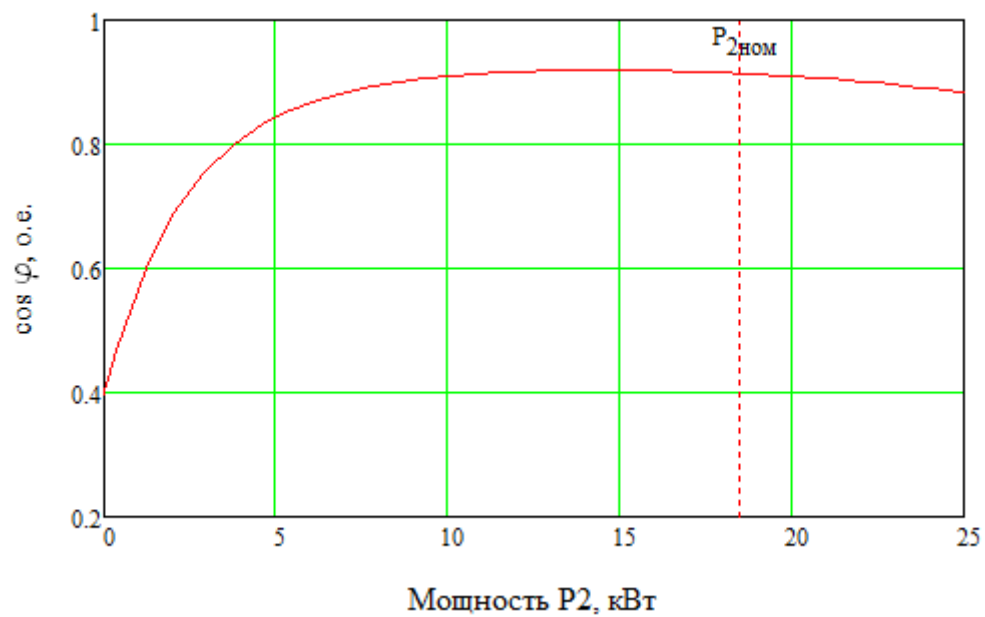

Рисунок 3 – Зависимость $\cos(\varphi) = f(P_2)$
- номинальный коэффициент мощности (рис. 3)